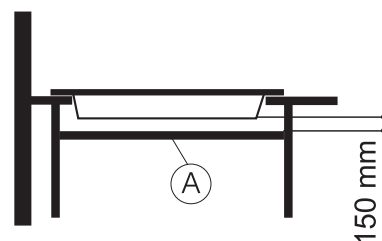

Fig. 3
- Si monta una partición horizontal "A" bajo la placa, deje una distancia mínima de 150 mm entre ambas (fig. 3).